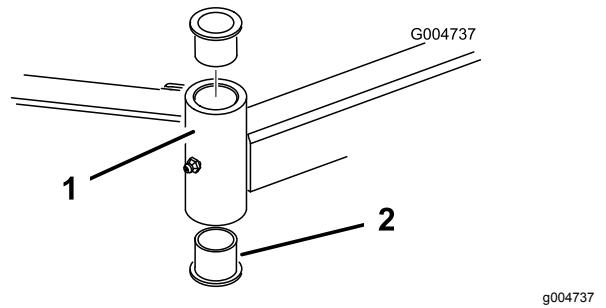

Figura 112
4. Introduza um punção para cavilhas na zona superior ou inferior do tubo de montagem e retire o casquillo para fora do tubo (Figura 112).